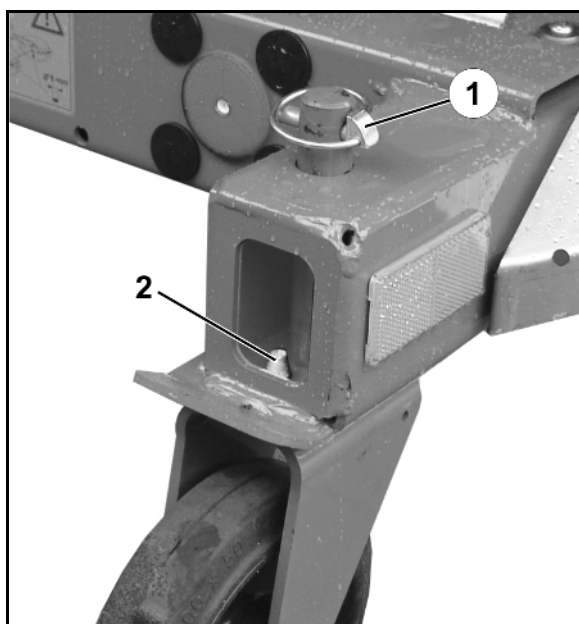

Fig. 39
6. Faste bremserruller bak (Fig. 39)
- o monter, og sikre med splint (Fig. 39/1), hhv.
Når de faste rullene monteres, må du passe på at boltene (Fig. 39/2) griper gjennom boringen til rammen og dermed holder rullene i lengderetningen.